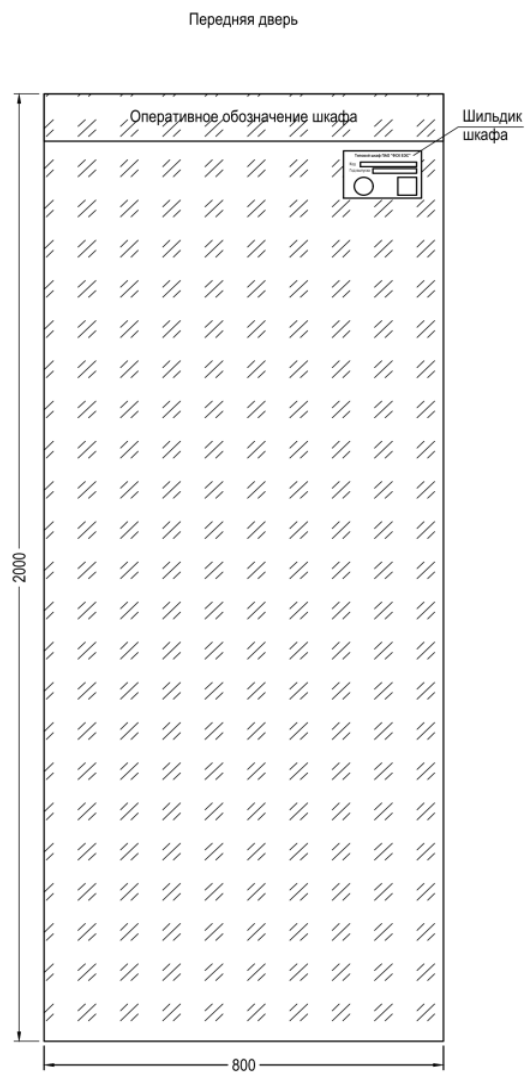

Рисунок 4.3.1 - Общий вид обзорной двери типового шкафа
4.3.3 Передняя дверь шкафа (рисунок 4.3.1) обзорная из прозрачного материала (например, стекло с проводящей пленкой или с армированием металлической сеткой для обеспечения электромагнитной совместимости [10]). Задняя дверь (рисунок 4.3.3), как правило, выполняется двухстворчатой. Все двери оборудуются стандартными замками.